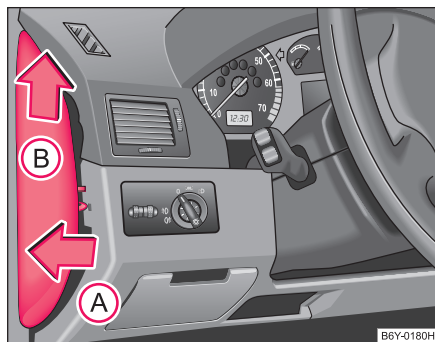

Fig. 151 Partea stângă a tabloului de bord
- Introduceți șurubelnița sub capacul tabloului de siguranțe (în spațiul din capacul tabloului de siguranțe), trageți de el cu atenție în direcția săgeții **A** și scoateți cu atenție capacul în direcția săgeții **B** ⇒ Fig. 151.